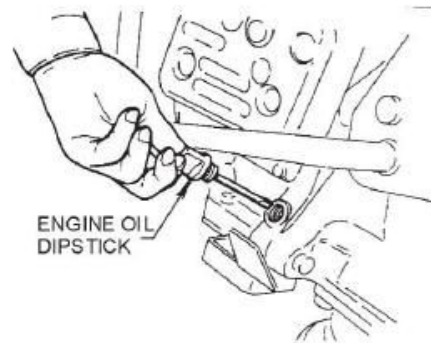
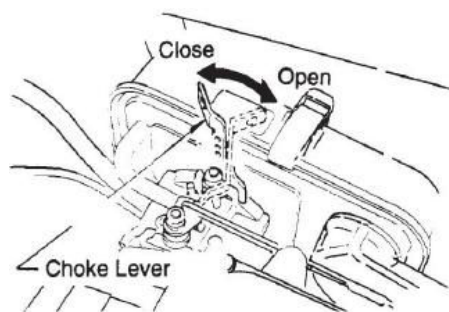

Рисунок 4 Масляный щуп двигателя
**Рис. 5 Клапан подачи топлива**
Смотрите рисунок 5.
1. Откройте клапан подачи топлива (Рис. 5), переведите переключатель двигателя start/stop (Рис. 4) в положение "Start".